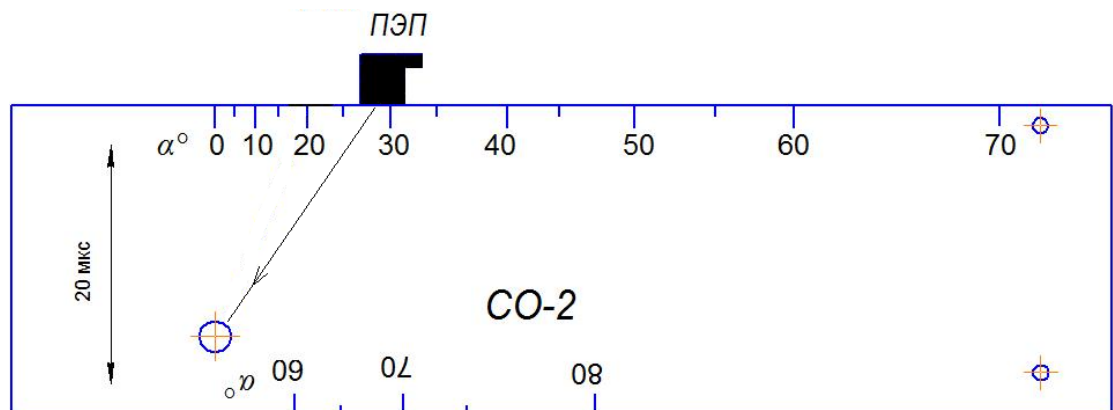

Рис. 7.3.1. Схема установки преобразователя на СО-2 при проверке чувствительности по варианту AR1.3.
- установить ПЭП на образец СО-2 согласно схеме на Рис.7.3.1. и найти максимум эхосигнала от отверстия Ø6 мм на глубине 44мм;
- установить ПЭП на СО-2 и найти максимум эхосигнала от отверстия Ø6мм, Рис.7.3.1;